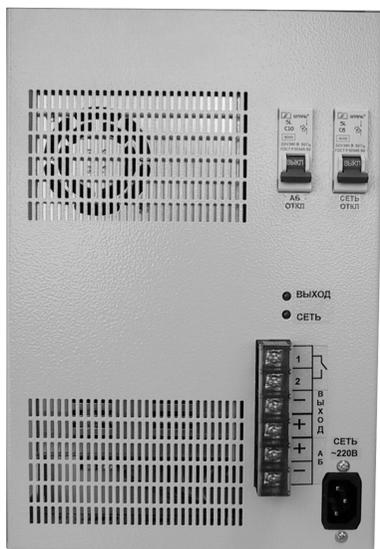

Рисунок 1
4.1 Конструктивно ИЗДЕЛИЕ выполнено в виде настольного (напольного) блока со съемным кожухом (см. рисунок 1)